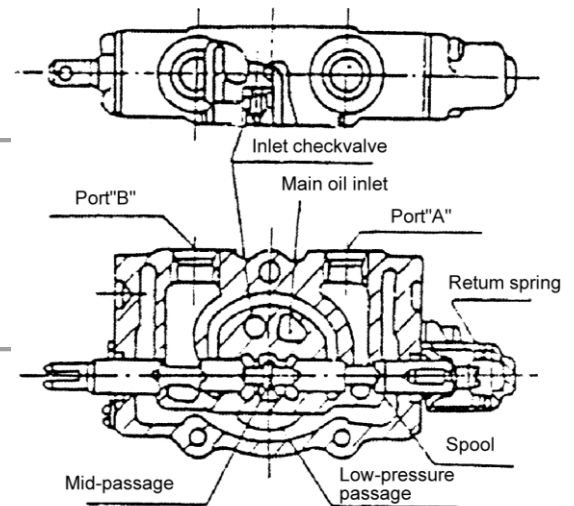

Abb. 10-3
(1) Neutralstellung (Abb. 10-3)